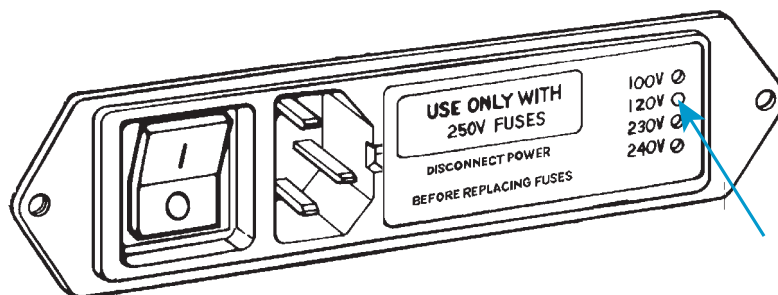

Figure 4. Connecteur d'alimentation électrique avec réglage de tension
2. Inspectez le connecteur d'alimentation et consultez Figure 4 à la page 36. Il comporte quatre trous alignés verticalement du côté droit, chacun correspondant à une tension de ligne différente. La tension actuellement est indiquée par une goupille en plastique blanc située dans l'un des trous. La tension indiquée dans la Figure 4 est de 120 V.
3. Déposez le porte-fusible (1) du connecteur d'entrée d'alimentation, en exposant la carte de sélection de tension (2) comme illustré ci-dessous.
4. Retirez la carte de sélection de tension (2) au moyen d'une pince à bec long, comme illustré ci-dessous. La broche indicatrice de tension est libérée (3).
5. Positionnez la carte de sélection de tension pour que la broche indicatrice (3) soit orientée vers le haut comme indiqué ci-après. En maintenant la goupille dans cette position, faites tourner la carte jusqu'à ce que le réglage de tension souhaité soit indiqué dans le bas de la carte.
8. Remontez le porte-fusible dans le connecteur. Vérifiez que la goupille indique le réglage de tension souhaité. Voir Figure 4 à la page 36 pour référence.